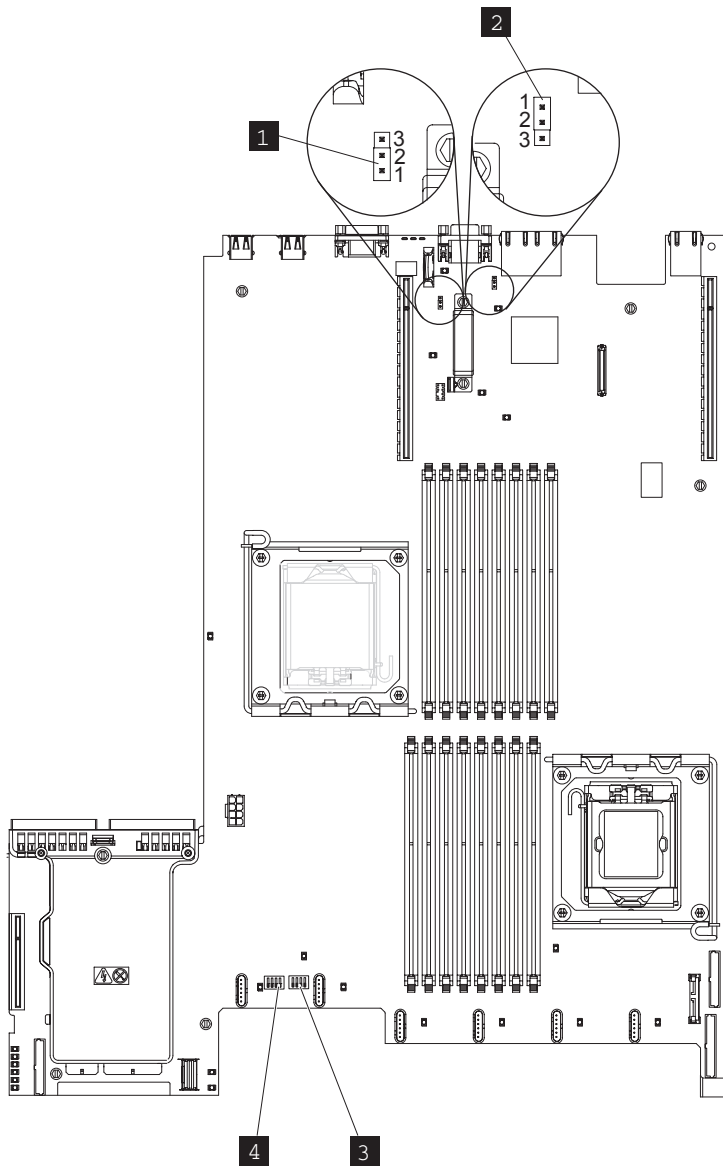

図 288. システム・ボード上でのジャンパーの設定
1. 新しいシステム・ボードをアンパックし、そのジャンパーを 336 ページの図 288 に示すように適切に設定します。